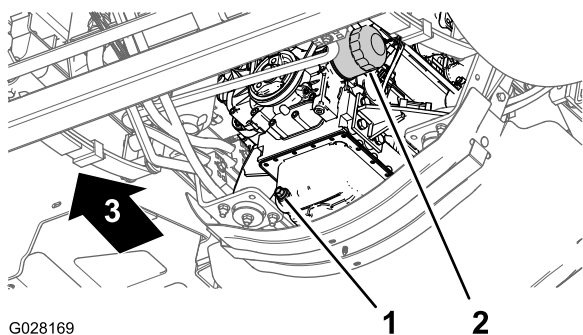

Рисунок 76
3. Поместите сливной поддон под масляный фильтр двигателя (Рисунок 76).
4. Снимите старый масляный фильтр (Рисунок 76).
8. Установите масляный фильтр на переходник фильтра и поворачивайте его по часовой стрелке, пока резиновая прокладка не войдет в контакт с переходником фильтра, после чего затяните фильтр, повернув его еще на 1/2 оборота (Рисунок 76).
1. Подставьте под пробку сливного отверстия сливной поддон (Рисунок 76).
2. Снимите пробку сливного отверстия (Рисунок 76) и дайте маслу полностью стечь.